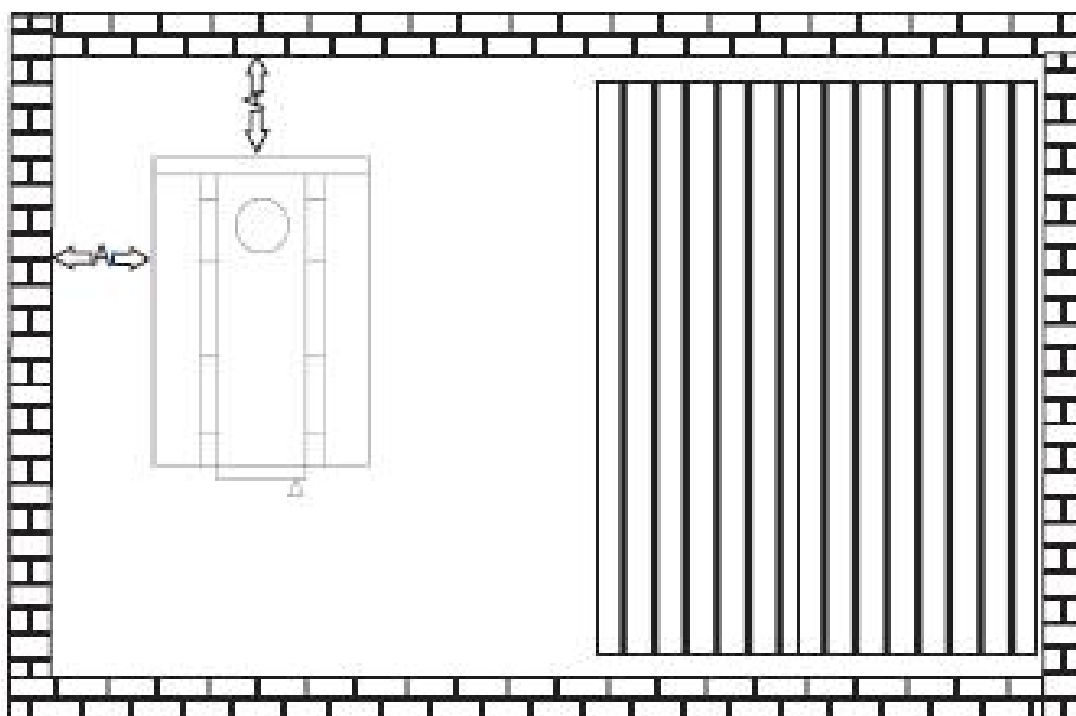

Рис. 1
- при установке печи вблизи бетонных стен минимальное расстояние до ее стенки должно быть не менее  $A=50$ мм для обеспечения надлежащей циркуляции воздуха. (Рис.1)